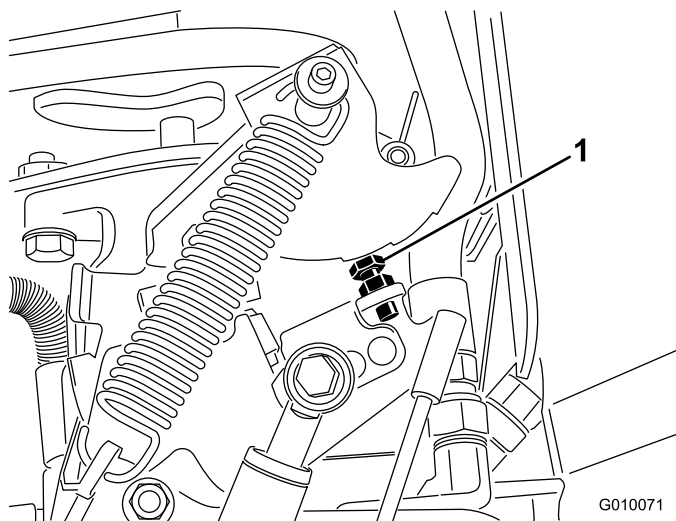

Bild 67
5. Wenn die Einstellung verstellt werden muss, drehen Sie die Pumpenanschlagschraube (Bild 67) mehr zur Anschlagplatte, um den Lochabstand zu verringern, oder drehen Sie die Anschlagsschraube von der Anschlagplatte weg, um den Lochabstand zu erhöhen.